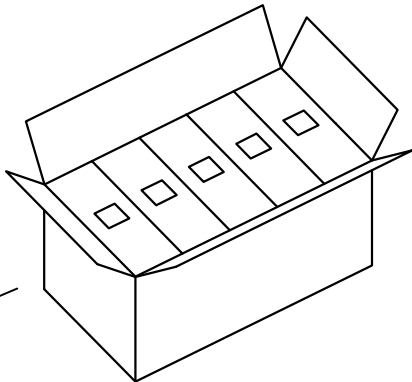

图4 外箱
- 3: 如图4, 每外箱装10内盒, 数量为10X(6X200pcs)。